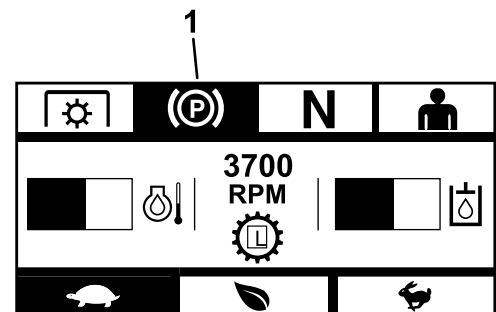

Figure 8
**Remarque:** Lorsque le frein de stationnement est serré, le symbole correspondant s'affiche sur l'écran (Figure 8).